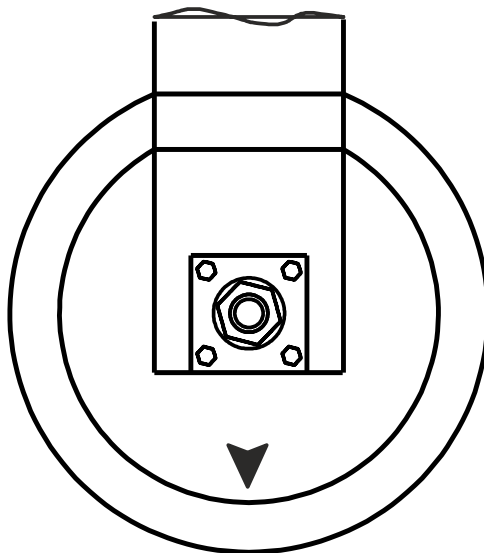

Рисунок 20 – Установка колеса по метке
- 2) Прокрутить колесо и установить меткой вниз (см. рисунок 20).
- 3) Прокрутить колесо и установить меткой вниз (см. рисунок 20).